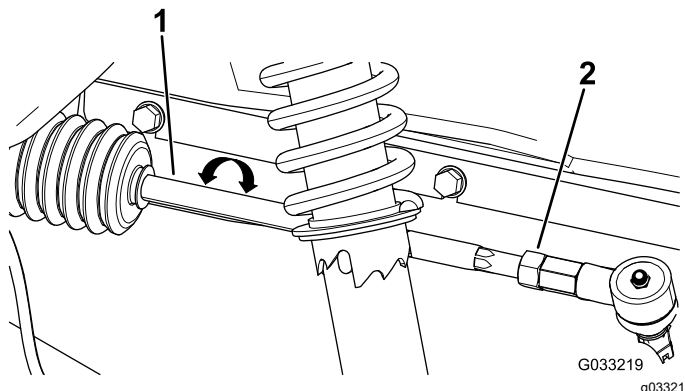

Figura 53
2. Se a medição obtida não se situar entre +/- 0 e 3 mm, desaperte as porcas de retenção nas extremidades das barras (Figura 53).